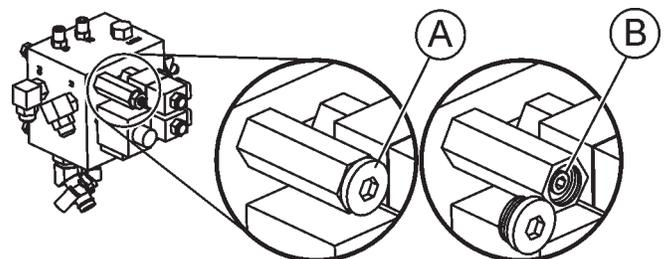

Abbildung 47. Neigungsdruck-Entlastungsventil
2. Bei **AUSGESCHALTETEM** Motor die Endabdeckung des Entlastungsventils (A, Abb. 47) entfernen.
3. Das Entlastungsventil (B, Abb. 47) mit einem Inbusschlüssel einstellen und die Endabdeckung wieder anbringen.